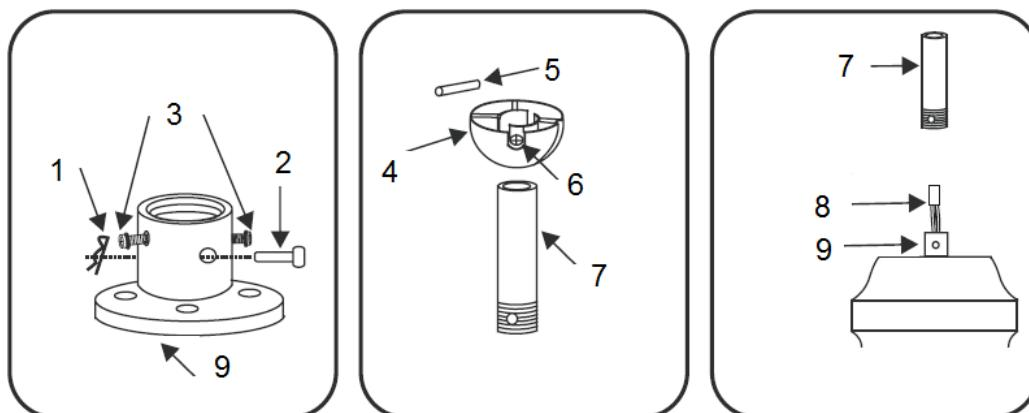

Fig. 4
- Verwijder de rots pin (2) en de trekpin (1) uit de koppeling (9) van het motorhuis assemblage. (Fig.4)
- Maak de set schroeven (3) los van de koppeling (9).
- Verwijder het kogelgewicht (4) en de kruispin (5) van de stang (7) montage door het losdraaien van de stelschroef (6). Voedt voorzichtig de fan draden (8) door de stang (7), en rijg de stang in de koppeling.
- Zorg dat de gaten overeen komen en installer de rots pin (2) en de trekpin (1) opnieuw. Draai tot slot de set schroeven (3) terug.